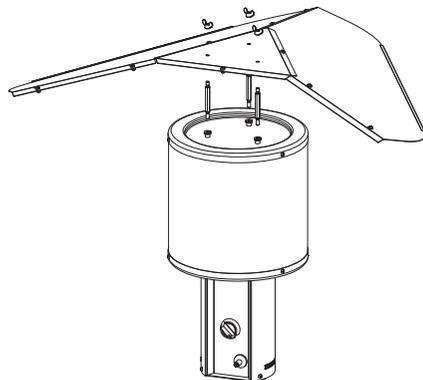

Рис. 9 – Установка козырька
- Установите на дожигатель козырек, закрепите козырек на гайки-барашки М6 из нержавеющей стали (Рис. 9);